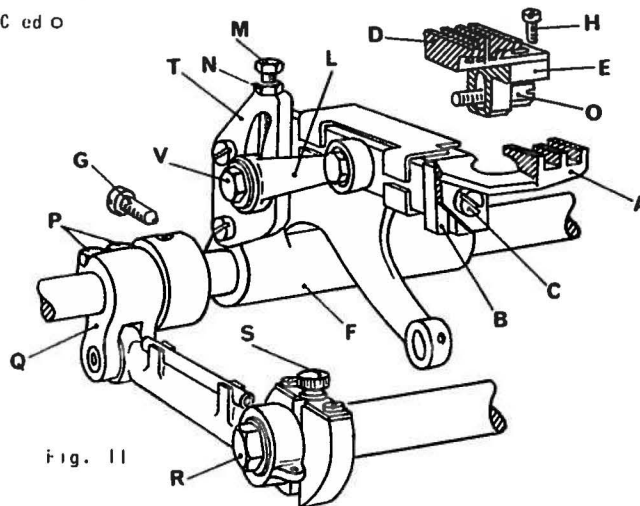

Fig. 11
6. Montaggio e regolazione griffe (fig. 11)
Centrata griffe (fig. 11)
Regolazione differenziale (fig. 11)
- Per regolare la lunghezza del punto, si deve allentare il dado R (fig. 11) e ruotare la vite S dell'allungapunto: in senso orario si accorcia il punto, in senso antiorario si allunga. Il dado R si allenta girandolo verso destra.